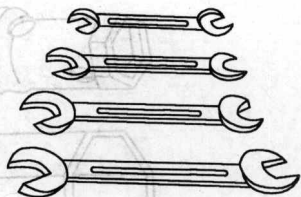

图 1-1 呆扳手
(1) 呆扳手(见图 1-1)。呆扳手按形状有双头扳手和单头扳手之分。其作用是紧固、拆卸一般标准规格的螺母和螺栓。使用这种扳手时,可以直接插入或套入,比较方便。扳手的开口方向与其中间柄部错开一个角度,通常有 15° 、 45° 、 90° 等,以便在受限制的部位中扳动方便。